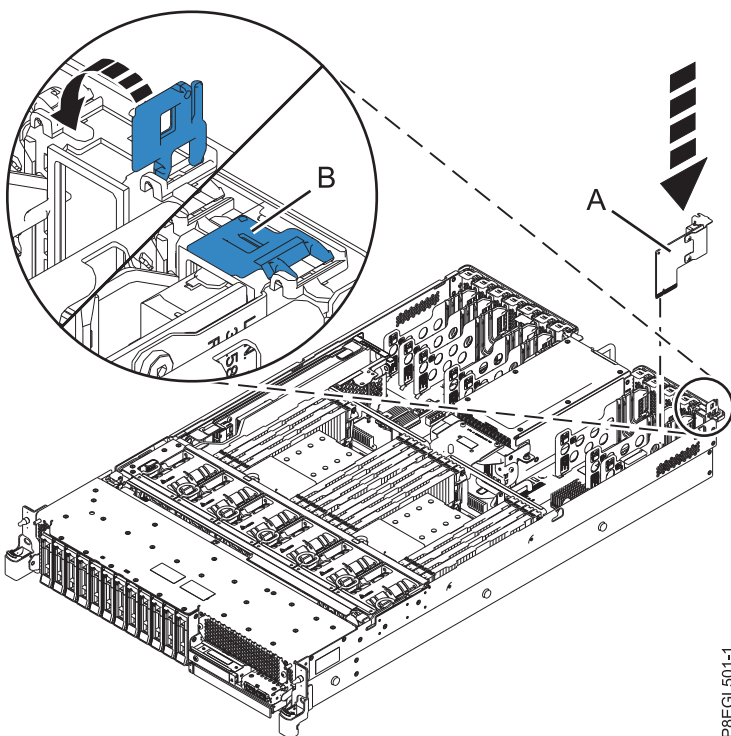

Figure 2. Remise en place de la carte d'E-S système dans un système monté en armoire
2. Avec le taquet de verrouillage bleu (B) en position ouverte, alignez la carte d'E-S système (A) sur les glissières du système et faites-la glisser dans son emplacement, comme illustré à la figure 2.
3. Faites pivoter le taquet de verrouillage bleu (B) dans la direction illustrée à la figure 2 pour verrouiller la carte d'E-S système en position.